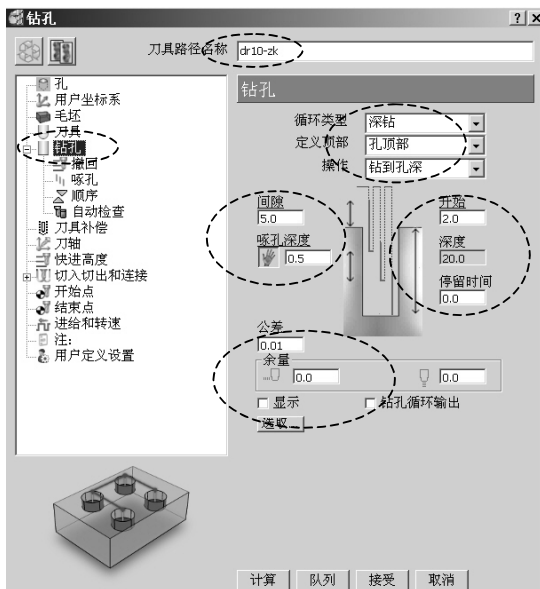

图 6-116 设置钻孔参数
3) 计算钻孔刀路: 在 PowerMILL 综合工具栏中, 单击刀具路径策略按钮 , 打开“策略选取器”对话框, 选择“钻孔”选项卡, 在该选项卡中选择“钻孔”, 单击“接受”按钮, 打开“钻孔”表格, 按图 6-116 所示设置参数。